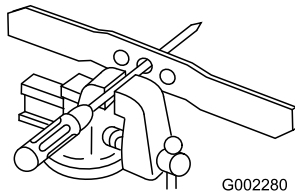

Figure 37
1. Vérifiez l'équilibre de la lame en enfilant le trou central sur un clou ou la tige d'un tournevis serré horizontalement dans un étau (Figure 37).